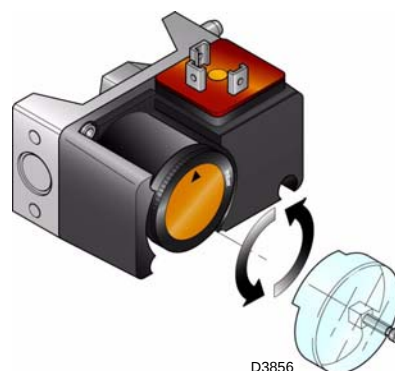

Fig. 26
- Regolare il pressostato gas di massima a fine scala (Fig. 26).